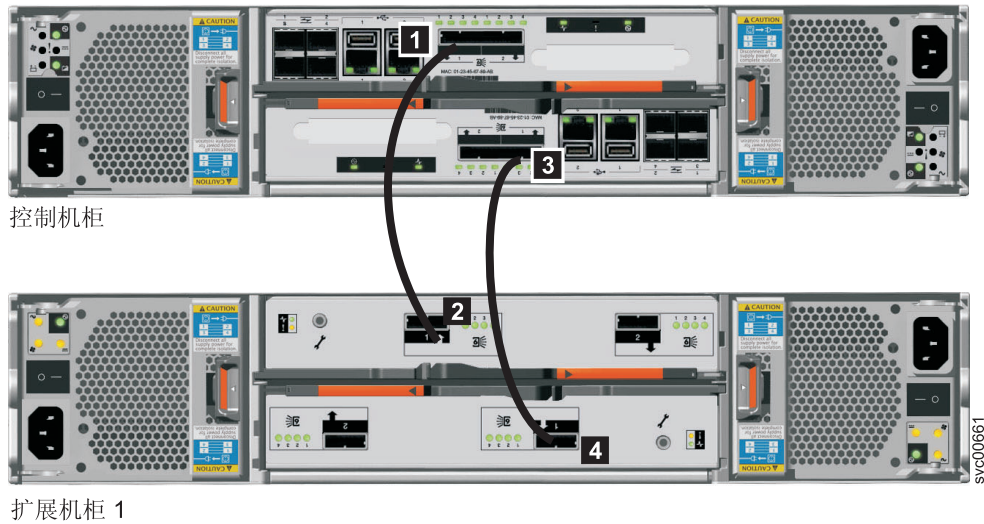

图 10. 将一个扩展机柜连接到控制机柜
- 将 SAS 电缆从控制机柜连接到第一个扩展机柜，如图 10 所示。如有必要，请取下保护端盖。第一个扩展机柜位于控制机柜下方。